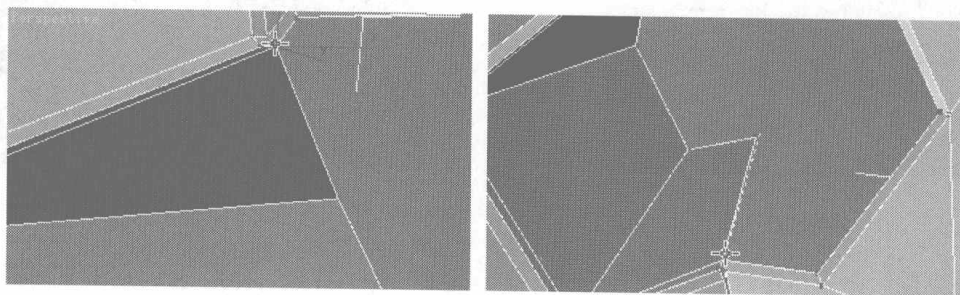
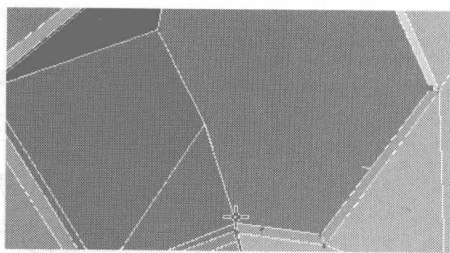

图 6.72
图 6.73
- 10** 切换为节点编辑，选择如图 6.72 所示的节点，在 Edit Vertices 卷展栏中单击 **Target Weld** 按钮，在 Perspective 视图中焊接如图 6.73 所示目标点。